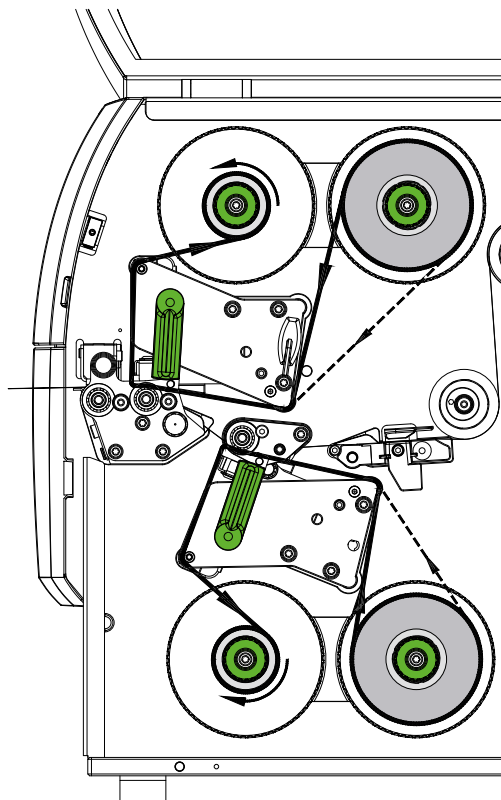

Bild 18 Färgbandets bana
6. Skjut på en lämplig kärna (4) på supplindaren (5) och positionera och fixera på den på samma sätt som rullen.
7. För bandet genom utskriftsmekaniken så som visas på bild 18. Den heldragna linjen gäller för band med färgsidan inåt, den streckade linjen gäller för band med färgsidan utåt.
8. Fixera bandets början med en tejpbit mitt på bandskärnan (4).